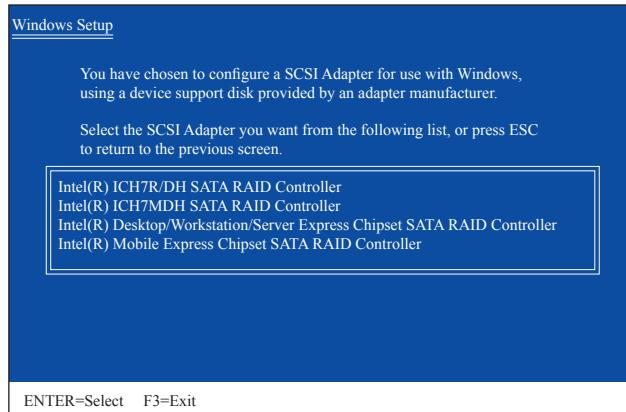

図 3
SATA RAID/AHCIドライバを含むフロッピーディスクを挿入し、<Enter>を押します。次に、以下の図3のようなコントローラメニューが表示されます。Intel(R) Desktop/Workstation/Server Express Chipset SATA RAID Controllerを選択し、<Enter>を押します。AHCIモードの場合、キーボードの矢印キーを使用して Intel(R) Desktop/Workstation/Server Express Chipset SATA AHCI Controller アイテムにスクロールし <Enter> を押します。